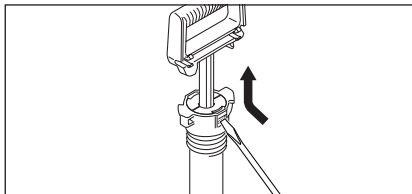

Figure 11. Retirer le couvercle de la pompe
2. Retirez le couvercle de la pompe. Poussez sur les onglets de chaque côté du cylindre de la pompe et soulevez. Tirez l'assemblage de la poignée de pompe à l'extérieur du cylindre. Voir la Figure 11.